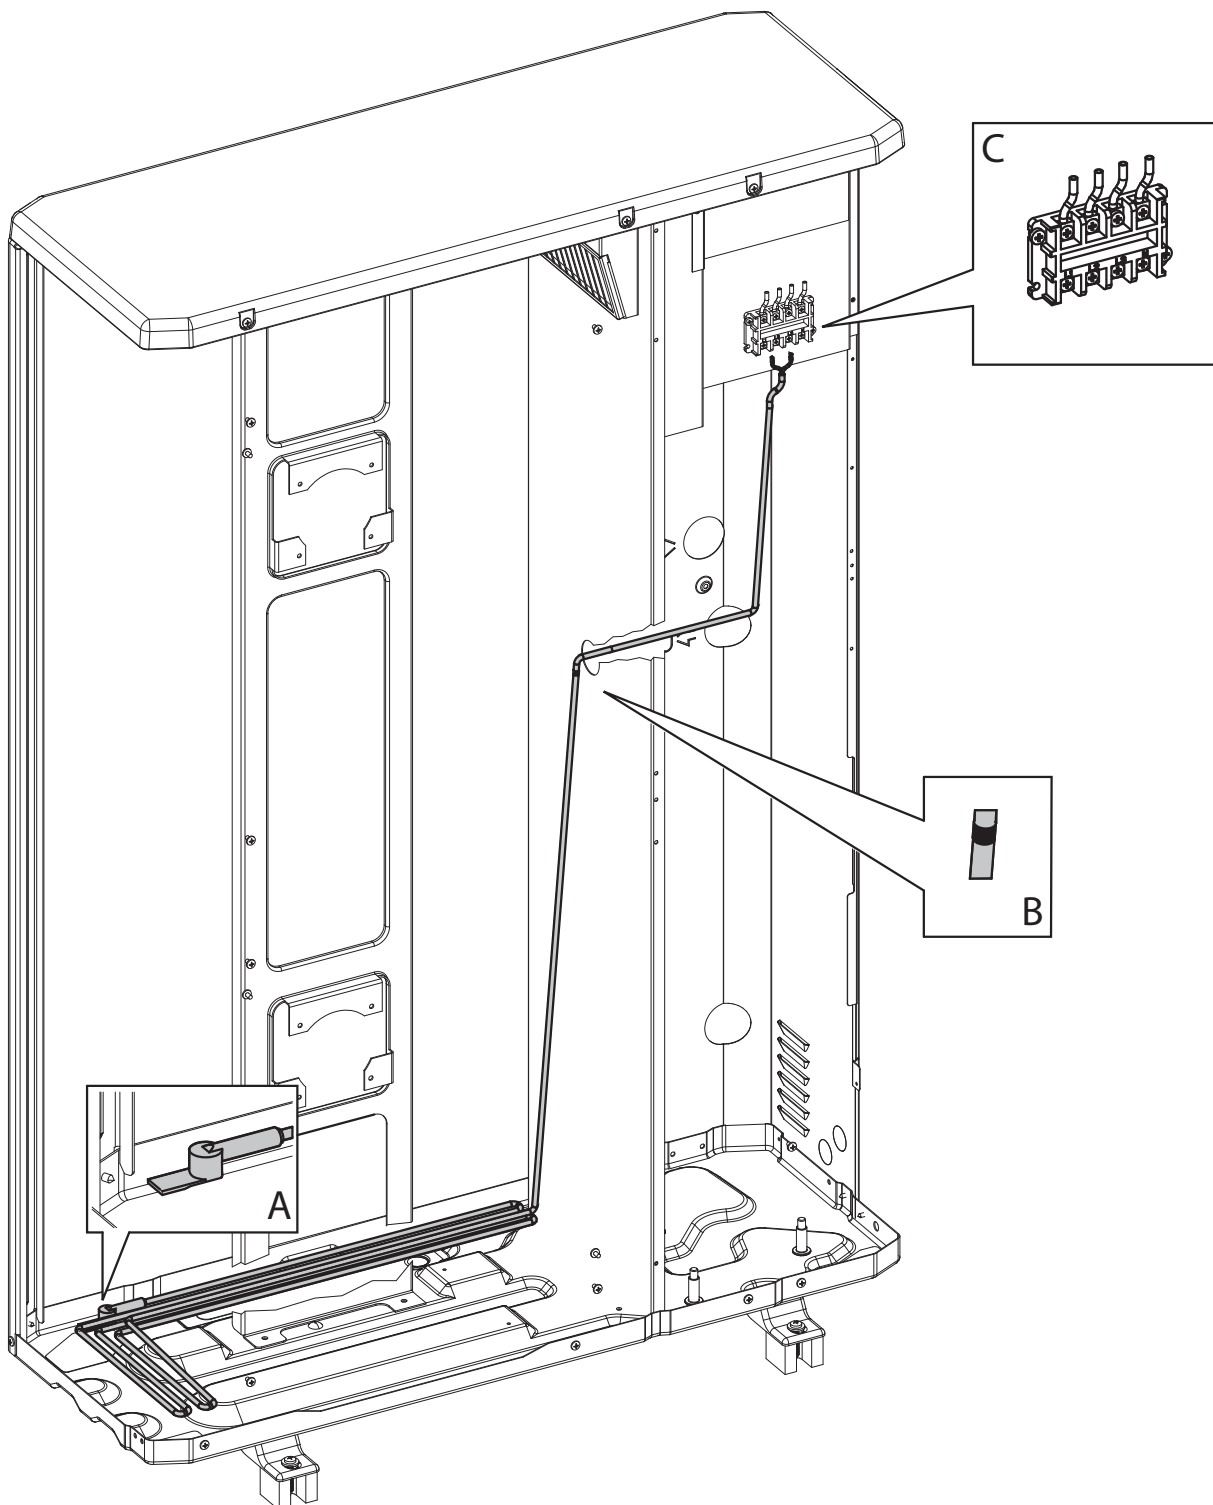

Fig. 2
### Modelli Audax 12 - 16 - 16 Mono (Fig. 2).
- Stendere il cavo scaldante secondo il percorso illustrato in Fig. 2 infilandolo nel foro situato sulla lamiera di protezione interposta tra la zona ventola e batteria e la zona quadri elettrici.
### Models Audax 12 - 16 - 16 Mono (Fig. 2).
- Lay the heating cable according to the path shown in Fig. 2 by inserting it into the hole on the metal-sheet protective plate placed between the fan and battery area and the electrical panel area.
Audax 12 - 16 - 16 Mono (Fig.2).